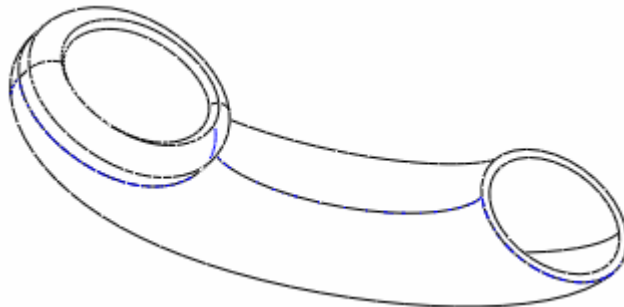

图 61-20
- (7) 单击特征操控板中的  按钮，完成特征的建立，如图 61-20 所示。